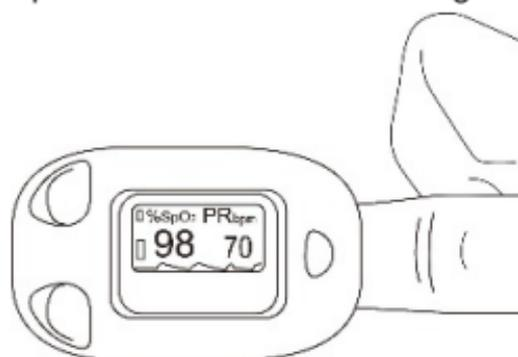

Figura 5 Coloque o dedo na posição
1. O dedo deve ser corretamente colocado (ver a ilustração anexa a este manual, Figura 5), caso con-
2. Abra o clipe conforme mostrado na Figura 5.